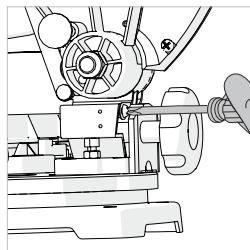

図10
- ・ ドライバーをつかってインジケータ (目盛りの針) を留めているネジをゆるめます。 (図10)